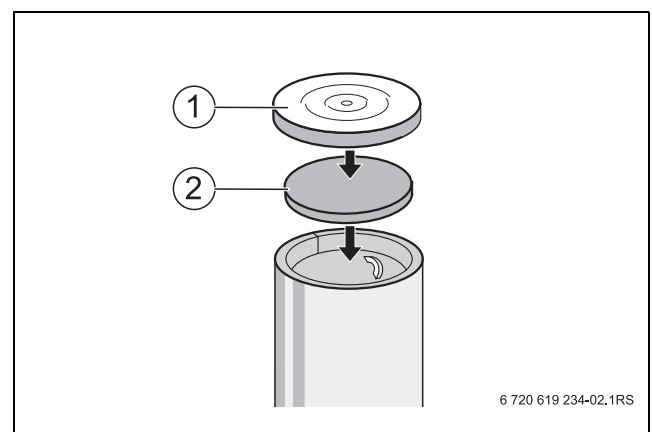

Bild 7 Speicherhaube montieren
- ▶ Obere Wärmeschutzscheibe (→ Bild 7, [2]) so einlegen, dass die Wärmeschutzscheibe mit der Wärmeschutzmatte abschließt.
- ▶ Speicherhaube (→ Bild 7, [1]) über die Wärmeschutzscheibe und den Rand der Wärmeschutzmatte stülpen.